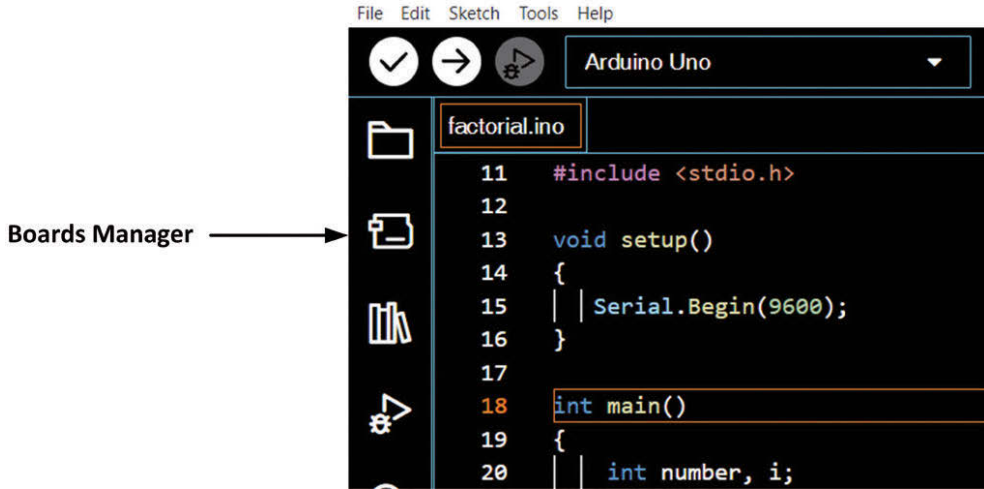

Рис. 2.2. Откройте **Boards Manager**
- нажмите **Boards Manager** (*Менеджер плат*2) в левом верхнем углу экрана (рис. 2.2);